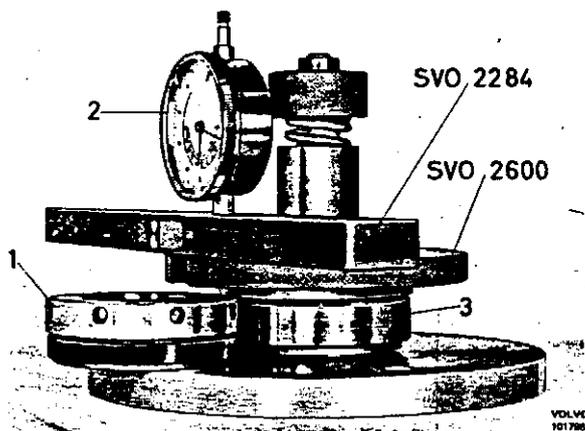

Abb. 50. Ausmessung, Dicke der Ausgleichscheiden
3. Hinteres Antriebskegelradlager komplett mit Lageraußenring auf dem Meßwerkzeug SVO 2600 anbringen. Platte, Feder und Rändelmutter aufsetzen; Rändelmutter mit der ebenen Seite nach oben zeigend. Platte (und damit Lager) mehrmals in beide Richtungen drehen, so daß sich die Lagerrollen auswälzen. Einstellring gemäß Abb. 50 in das Meßwerkzeug legen. Halter SVO 2284 und Meßuhr verwenden. Meßspitze auf den Einstellring richten und die Meßuhr nullstellen. Danach die Meßspitze auf den Lageraußenring richten. Aus dem Vergleich mit dem vorherigen Meßwert ergibt sich direkt die Dicke
3. Wenn sich Zahnflankenspiel und Tragbild einwandfrei verhalten, wird das Ausgleichgetriebe ausgebaut und die Einstellringe werden entfernt. Danach wird mit Hilfe des Meßgerätes die Dicke der Ausgleichscheiben bestimmt. Meßgerät mit Zentrierscheibe ausrüsten. Ein Lager im Meßgerät anbringen. Platte, Feder und Rändelmutter aufsetzen; Rändelmutter mit der ebenen Seite nach unten zeigend. Platte mehrmals in beide Richtungen drehen. Halter SVO 2284 und Meßuhr anschließen. Meßuhr am Einstellring nullstellen und danach die Meßspitze auf das Lager richten (siehe Abb. 50). Meßuhr ablesen. Dicke der Ausgleichscheiben mit einer Mikrometerschraube ausmessen. Deren zusammengerechnete Stärke soll dem abgelesenen Wert mit 0,07 mm Zugabe entsprechen. Ausgleichscheiben und dazugehöriges Lager beiseite legen. Die vorstehenden Arbeitsgänge mit dem anderen Lager wiederholen.